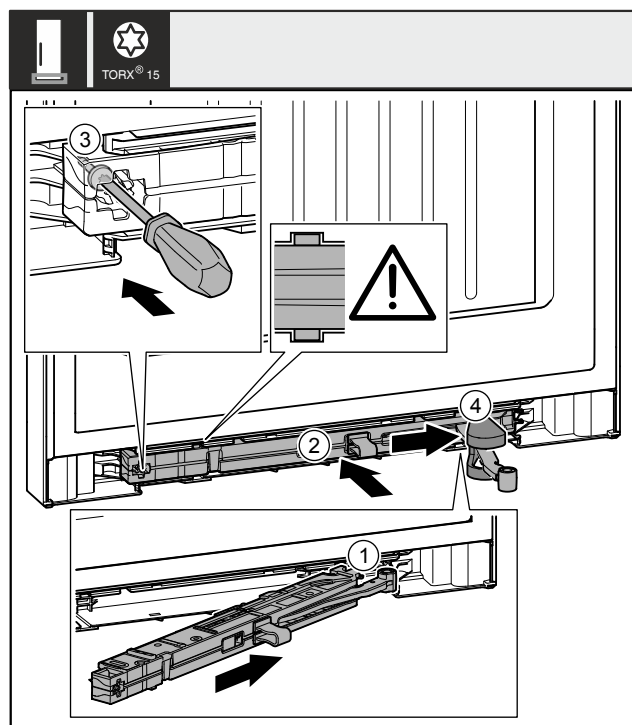

Fig. 53
- ▶ Jednotku tlumiče zavírání Fig. 53 (1) na straně stojanu ložiska zasuněte až na doraz šikmo do vybrání.
- ▶ Jednotku tlumiče zavírání Fig. 53 (2) zcela zasuněte do výklenku.
- ▶ Šroubovákem šroub Fig. 53 (3) pevně utáhněte.
- ▶ Posuňte kryt Fig. 53 (4) přes kloub.